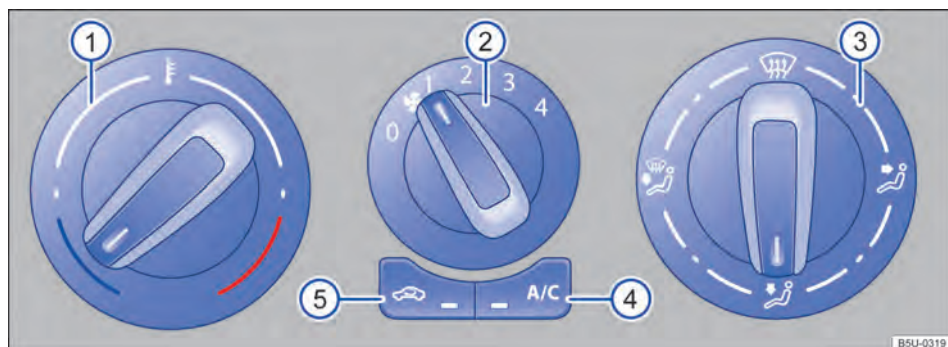

Fig. 76 Comandos do ar-condicionado.
- *Ar-condicionado*: girar o regulador do ventilador para o nível 0 → Fig. 76 ②.
- *Ar-condicionado*: girar o regulador rotativo esquerdo → Fig. 76 ① para regular a respectiva temperatura.
- *Ar-condicionado*: girar o regulador do ventilador → Fig. 76 ②.
No modo de recirculação de ar, não chega ar externo ao interior do veículo → Fig. 76.
- *Ar-condicionado*: girar o regulador da direita → Fig. 76 ③ para posição desejada.
- Girar o botão da distribuição de ar → Fig. 76 ③ para a posição , nesta posição o modo de recirculação de ar é automaticamente desligado.
- Girar o botão do ventilador ② no nível 3 ou 4.
- Girar o botão da temperatura ① para a posição desejada.